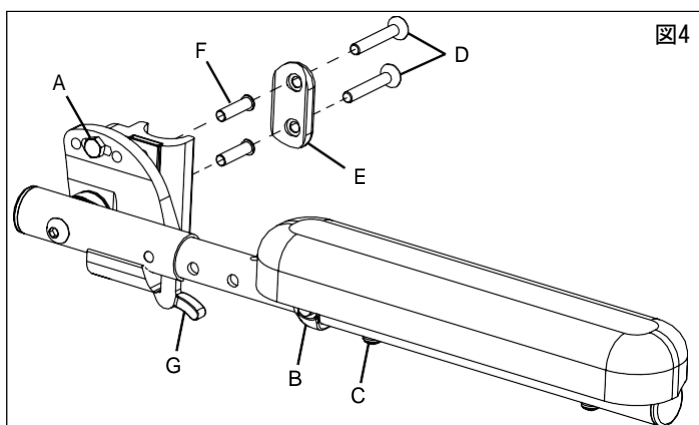

図4
1. 使用者の好みに基づいて、アームサポートの角度を設定します。角度を設定するために使用できる穴は5つあります(図4:A)。角度を設定したらボルトを締めます。
2. 使用者の好みに基づいて、アームサポートの長さを調整します。長さを調整するには、チューブのボルトとスペーサー(図4:B)、車椅子の後ろに最も近いネジ(図4:C)を外します。希望の長さにアームサポートをスライドさせたら、ネジとボルトを再度取り付けます。
3. 使用者の好みに基づいて、アームサポートの高さを調整します。アームサポートには4か所の穴があり、バックパイプの穴に対して2通りの高さの設定が可能です。使用者に適した高さの設定ができる穴を使用してください。2本のボルト(図4:D)はスペーサー(図4:E)、スリーブ(図4:F)、バックパイプを通り、アームサポートに入っています。
1. リリースレバー(図4:G)を押し、アームサポートを跳ね上げます。跳ね上げたアームサポートを戻すには、カチッと音がするまで押し下げてください。